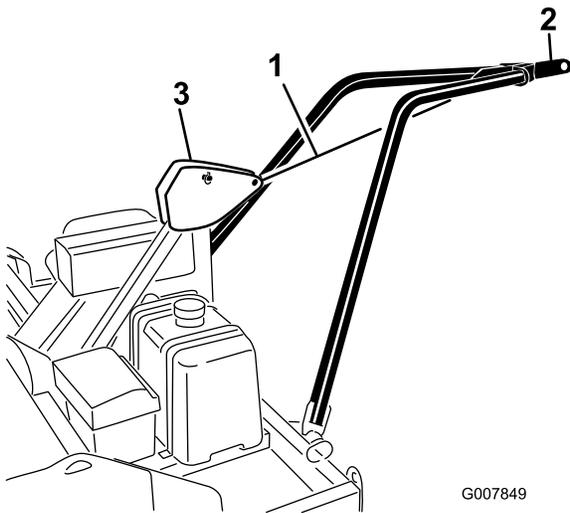

Bild 12
2. Befestigen Sie die Anbauvorrichtungsplatte des Zugarms mit Gurten oder Seilen an der beweglichen Anbauvorrichtung des Rahmens. Heben Sie den Zugarm gleichzeitig für den Einbau an (Bild 12).